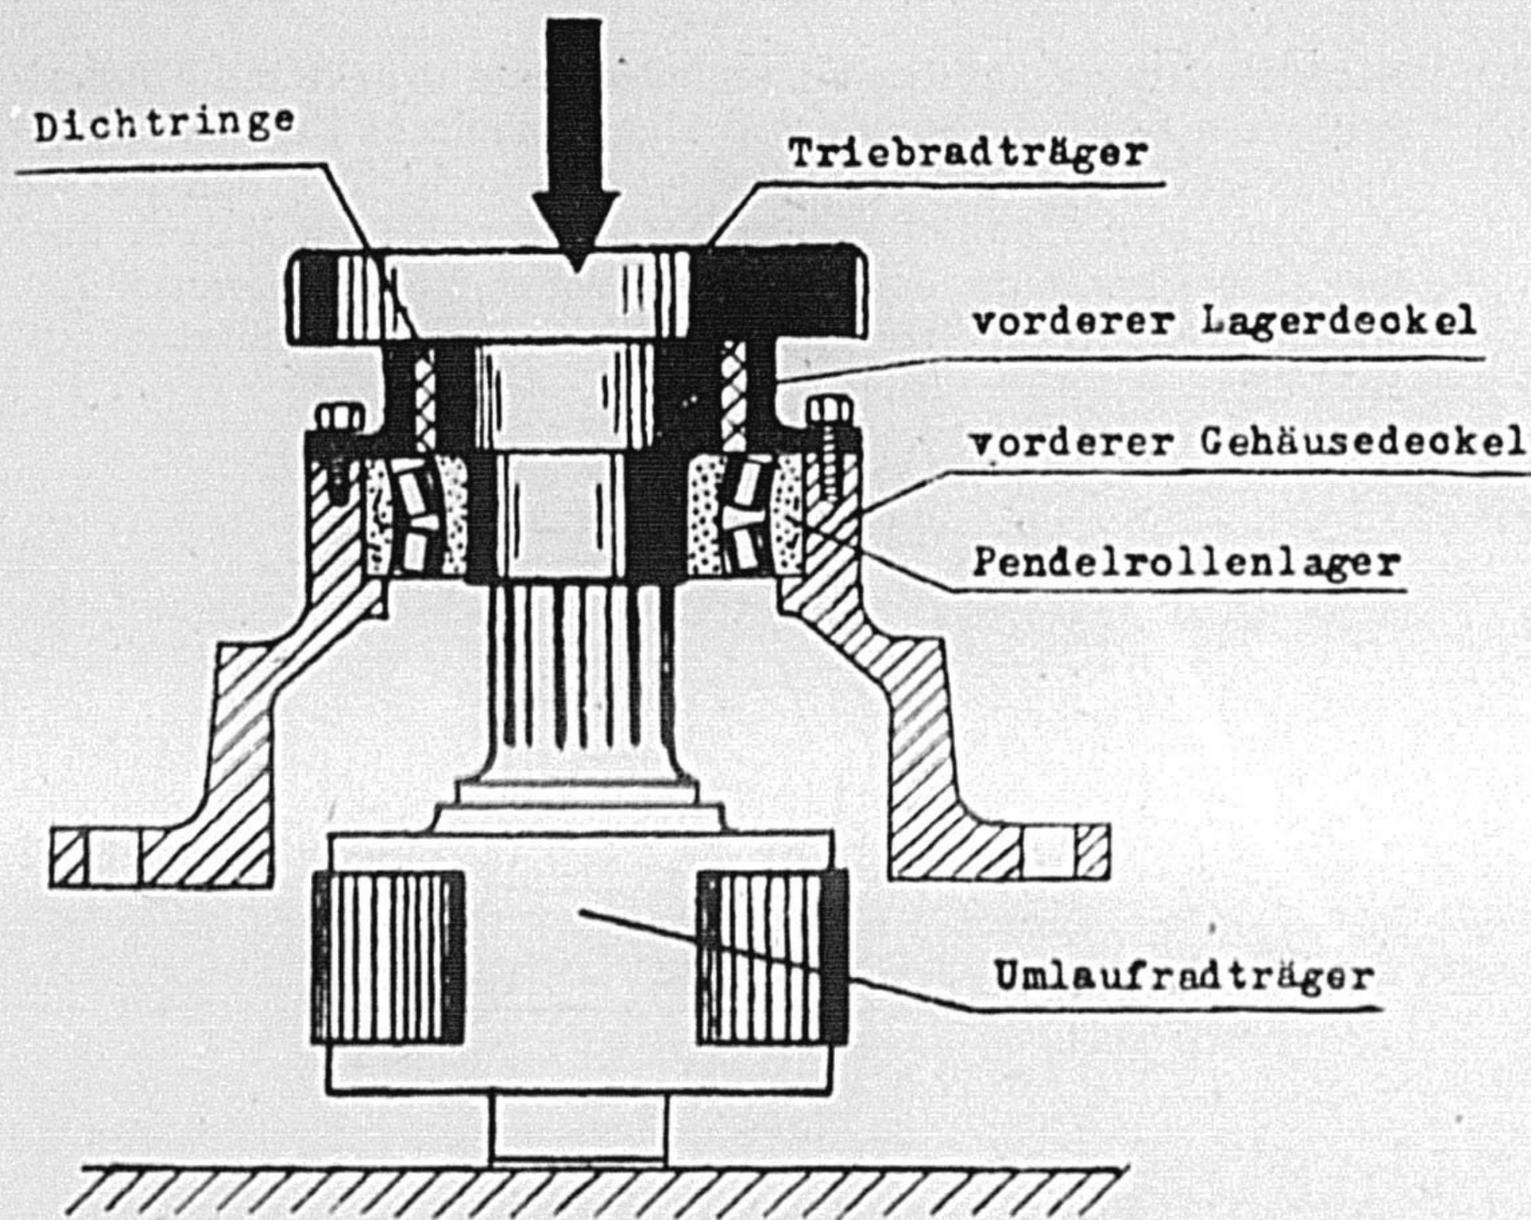

Bild 66 Zusammenbau des Umlaufradträgers mit vorderem Gehäusedeckel
Setze Umlaufradträger auf den Boden, Bild 66, führe den fertig zusammengebauten vorderen Gehäusedeckel auf das genutete Wellenende des Umlaufradträgers soweit auf, daß das Mittenhohlrad 1 cm über den Umlaufrädern steht. Richte die Verzahnung der Umlaufräder nach der Verzahnung des Mittenhohlrades aus und schiebe den vorderen Gehäusedeckel vorsichtig ganz auf.
**Beachte:** Der Umlaufradträger ist, wie auf Bild 66 angegeben, umzustellen, da sonst die Umlaufradbolzen mit den Rollen herausfallen.